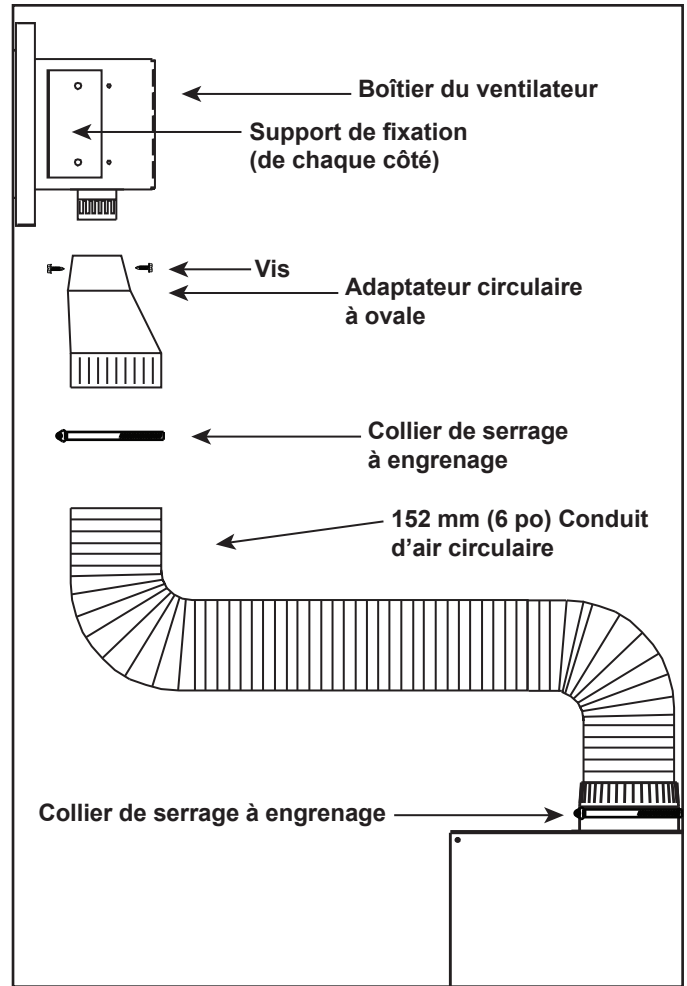

Figure 6.10
- Attachez le conduit d'air aux cols du HEAT-ZONE-PRIMO à l'aide de colliers de serrage à engrenage. Voir la figure 6.10.
- Attachez les deux supports de montage au boîtier du ventilateur. Voir la figure 6.10.